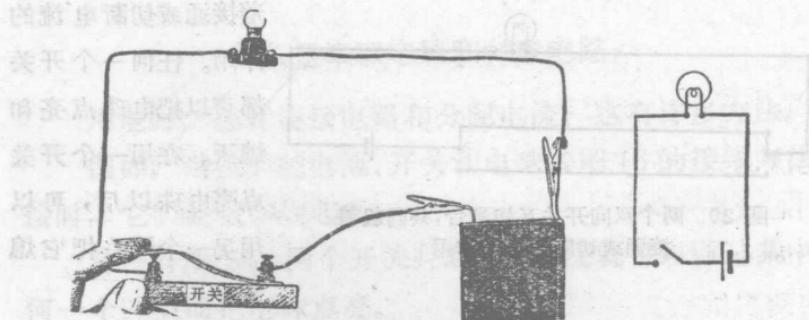

图 16 一种线路图(右)和电珠、开关和电池连接的方法(左)
3. 取一个干电池，几段較长的电线，两个带灯座的手电筒电珠和两个普通开关，按图 16 和 17 接成两种电路。在这两个图中，右面是綫路图，左面表示实物的排列和連接方法。